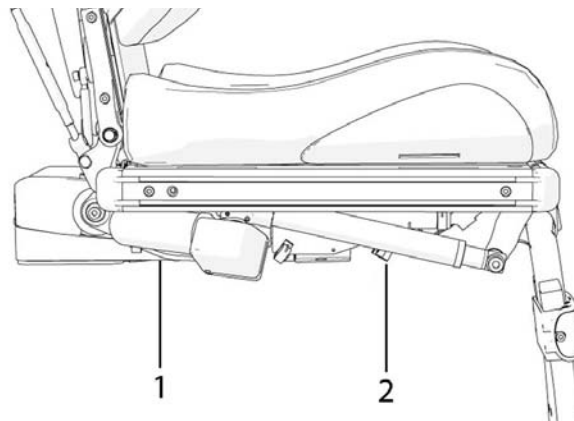

Bild 3. Kontakten sitter på kablaget i det främre högra hörnet av sitslutningsmekanismen, intill övrigt kablage
3. Anslut sitslutningsmekanismens kablage till rollstolens ICS Master Module. Om kablage till ICS Master Module redan finns, anslut detta till kontakten som sitter vid sitslutningsmekanismens främre högra hörn i intill övrigt kablage. Se bild. 3.